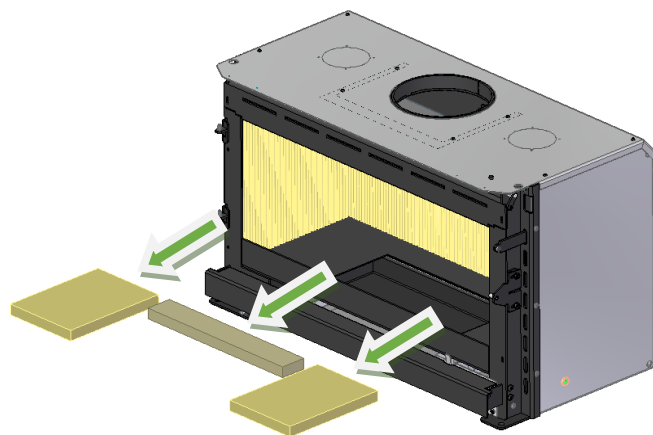

Figure 39 – Démontage du fond de vermiculite
2. Retirez les 3 morceaux de vermiculite du fond en les déplaçant vers le haut et en les retirant de l'équipement, Figure 39.